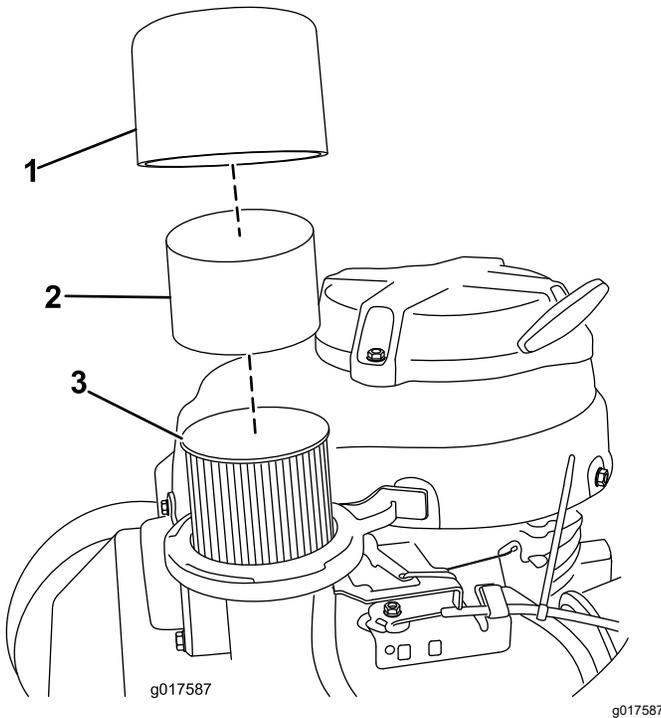

Figure 19
3. Déposez le couvercle et nettoyez-le soigneusement (Figure 19).
4. Retirez le préfiltre en mousse et lavez-le à l'eau additionnée de détergent doux; séchez-le ensuite en le pressant légèrement dans un chiffon (Figure 19).
5. Enlevez et examinez l'élément filtrant en papier (Figure 19) et mettez-le au rebut s'il est excessivement encrassé.